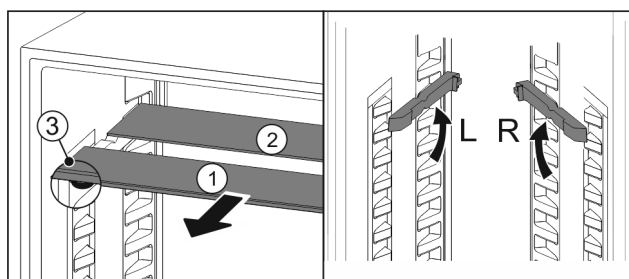

Fig. 48
- ▶ Extrageți Fig. 48 (1) pe rând plăcile de sticlă spre înainte.
- ▷ Placa de sticlă Fig. 48 (1) cu șipca decorativă se află în față.
- ▷ Opritoarele Fig. 48 (3) indică în jos.